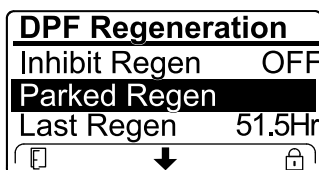

Figura 59
- Se o computador do motor pedir uma regeneração de recuperação ou se estiver a processar uma regeneração de recuperação e percorrer a opção REGENERAÇÃO EM ESTACIONAMENTO, a regeneração em estacionamento bloqueia e o ícone de bloqueio (Figura 59) surge no canto inferior direito do InfoCenter.